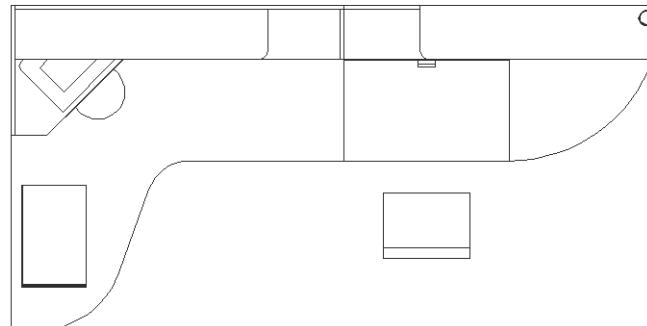

Рис. 12.10 ▼ Контур кресла создан
11. Для завершения создания второго прямоугольника введите @400,50. Чертеж должен принять вид, показанный на рис. 12.10.